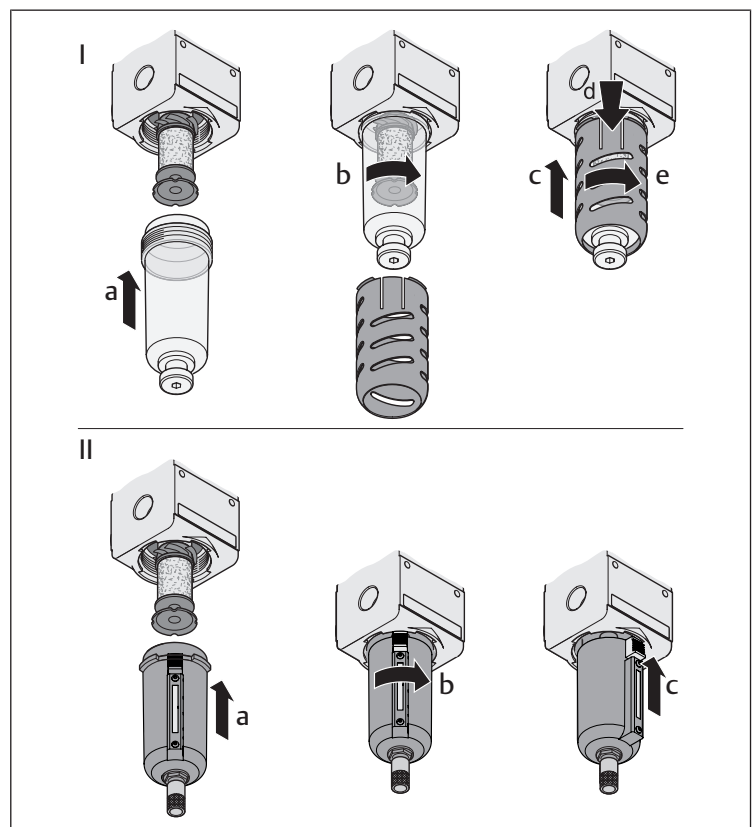
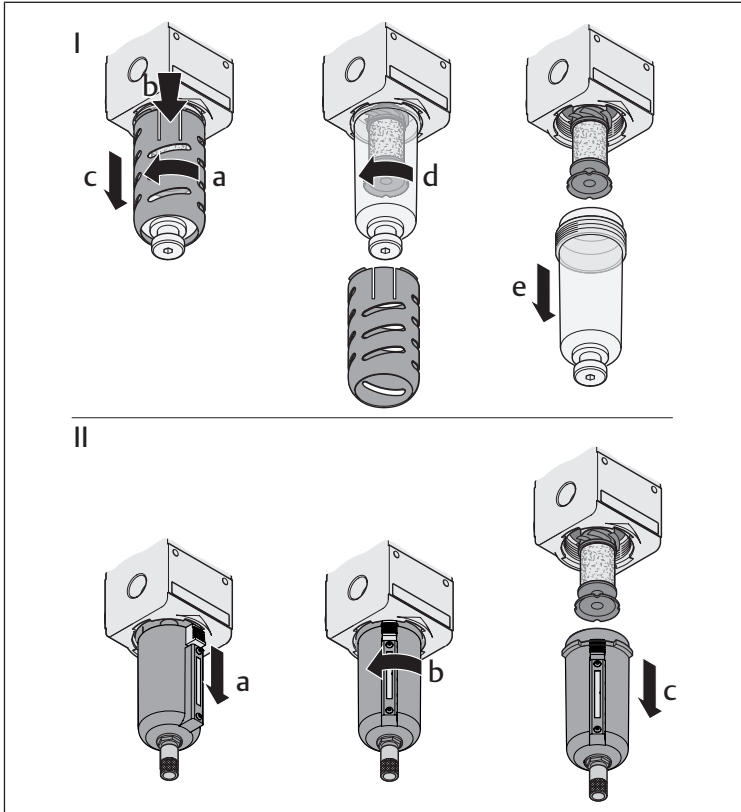

Fig. 2: Montage de la cuve et du capot de protection
Fig. 6: Démontage de la cuve et du capot de protection
▶ Le cas échéant, dévisser le capot de protection (→ Fig. 6 I a, b) puis le tirer vers le bas (→ Fig. 6 I c).
▶ Dévisser la cuve (→ Fig. 6 I d) du boîtier.	Tirer le déverrouillage (→ Fig. 6 II a) vers le bas, faire tourner la cuve (→ Fig. 6 II b) d'abord vers la gauche puis la retirer vers le bas (→ Fig. 6 II c).
▶ Remonter la nouvelle cuve avec capteur et, le cas échéant, le capot de protection dans l'ordre inverse, comme décrit sur l'illustration → Fig. 6 I (voir également → Fig. 2 I).	Remonter la nouvelle cuve avec capteur dans l'ordre inverse, comme décrit sur l'illustration → Fig. 6 II (voir également → Fig. 2).